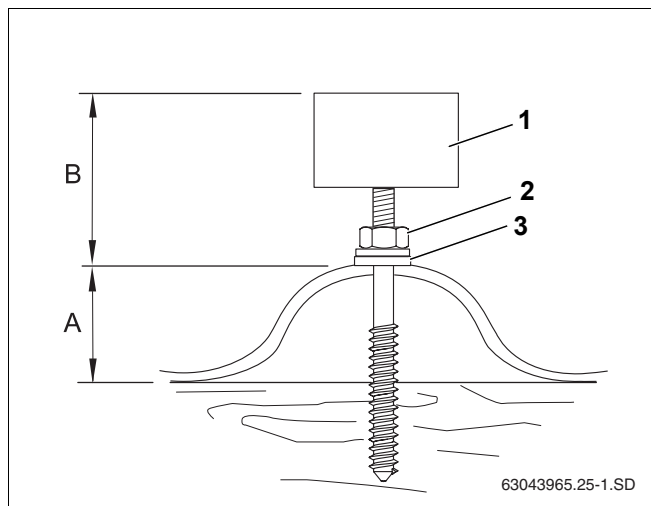

Fig. 24 Șurub de ancorare montat pe acoperișul cu plăci ondulate
La înșurubarea șuruburilor de ancorare, cota B (Tab. 7 și Fig. 24) trebuie să fie egală la toate șuruburile de ancorare.
- Strângeți piulița (Fig. 24, **Poz. 2**) până ce șaiba de etanșare (Fig. 24, **Poz. 3**) se așează complet pe acoperiș.